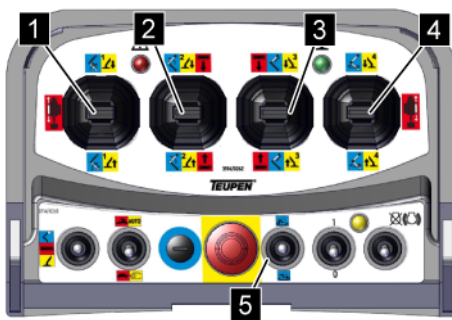

Abb. 112: Steuerhebel Bühne
5. → Mit den Steuerhebeln (Abb. 112/1 bis 4) und dem Kipphebel (Abb. 112/5) die Bühne gemäß nachfolgender Tabelle bedienen.